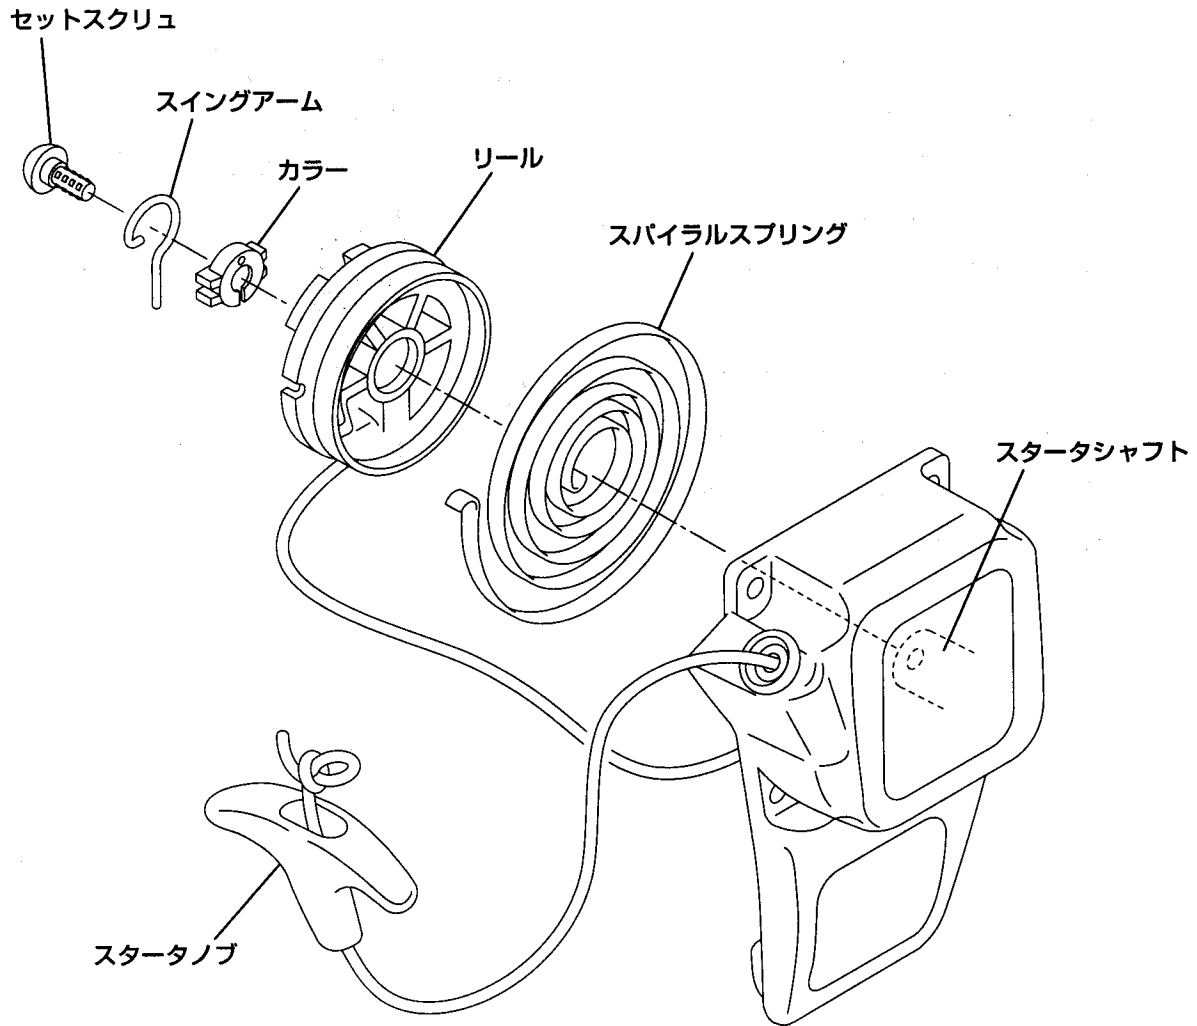

図2
(3) 部品は図2の様に取外してください。
最後に部品を図2で取外した逆の順に組込んでください。